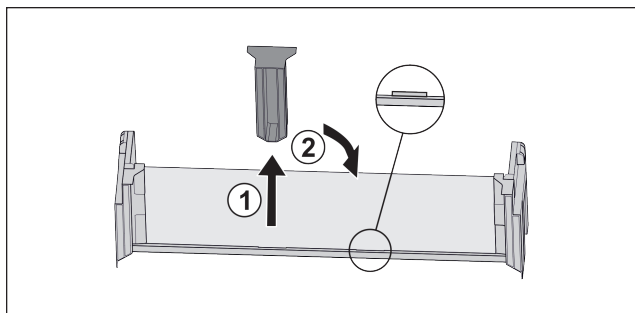

Fig. 17
- Dra ut den fästdelen i mitten Fig. 17 (1).
- Sätt in fästdelen i mitten i andra läget Fig. 17 (2).